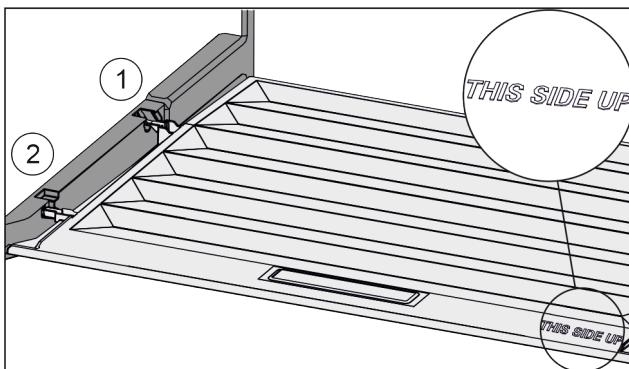

Fig. 153
- ▶ Пъхнете шийките на капака през отвора в задния държач Fig. 153 (1) и фиксирайте отпред в държача Fig. 153 (2).